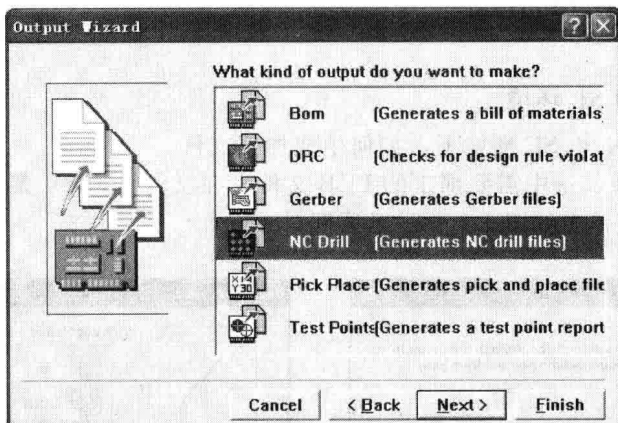

图 1-5 加工文件类型选择界面
⑤ 选择布线中使用的图层，双面板一定要选择顶层 (TopLayer)、底层 (BottomLayer)、禁止布线层 (Keep Out Layer)，单面板一定要选择底层 (BottomLayer)、禁止布线层 (Keep Out Layer)。注意：请只在“Plot”栏中选择，“Mirror”栏不可选择，否则将输出镜像图层，不能与钻孔文件配套。单击完成 (Finish) 即生成线路板光绘文件 Gerber Output1。
⑥ 输出钻孔加工文件。在 CAM Outputs 文件栏中单击鼠标右键，选择 CAM Wizard，出现如图 1-5 所示的加工文件类型选择界面，此次选择数控钻孔文件 NC Drill。